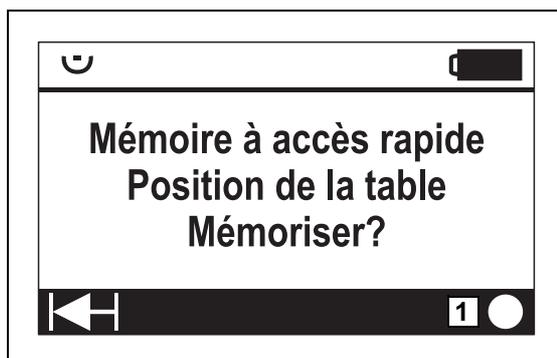

Fig. 94 : Enregistrer un positionnement
- Enregistrer la position (3) (►► Fig. 94),
- Valider la fonction souhaitée avec la touche multifonction (4).